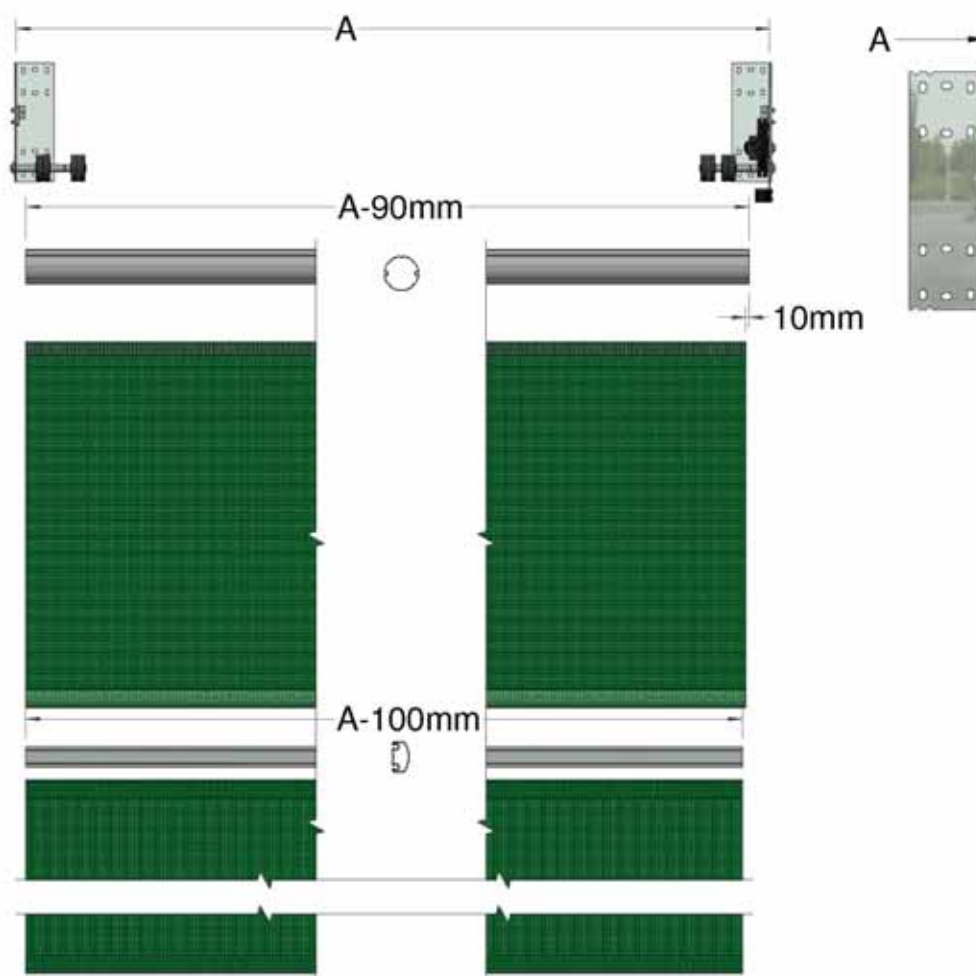

Abbildung 4a: Standardzuschnittlängen für Rohre und Netzgewebe
- 3a. Wenn die Tür zugeschnitten werden muss, zunächst lichte Weite zwischen den Innenflächen der oberen Halterungen (A) entsprechend den nachfolgenden Regeln messen (Abbildung 4a). Die untere Kappe und das untere Rohr werden zum jetzigen Zeitpunkt noch nicht geschnitten.